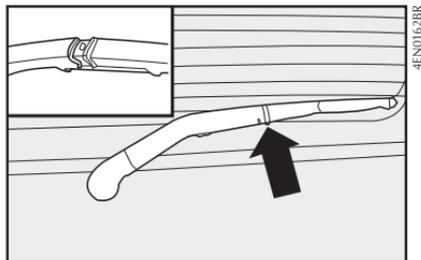

fig. 14
Sustitución de la escobilla del limpiapuneta fig. 14
1) Para quitar la escobilla, apriete la traba indicada **fig. 14**.